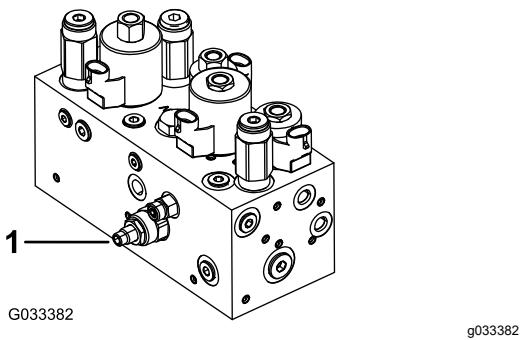

図 49
本機のカッティングユニット昇降回路にはフローコントロールバルブ図49がついています。このバルブは出荷時に約3回転の開度に調整されていますが、作動油の温度、作業速度などにより調整が必要になる場合があります。以下の手順で調整します
1. 運転席を上げ、センタープルフレーム用フローコントロールバルブ図49を露出させる。バルブは油圧マニホールドの側面についている。